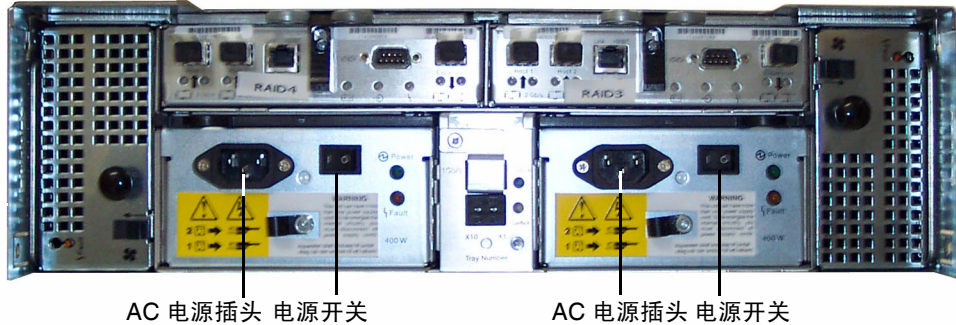

图 2-22 控制器盒后面板
2. 确保电源开关设置为 Off（关），然后再将两根 AC 电源线与每个控制器盒的背面连接（参见图 2-22）。